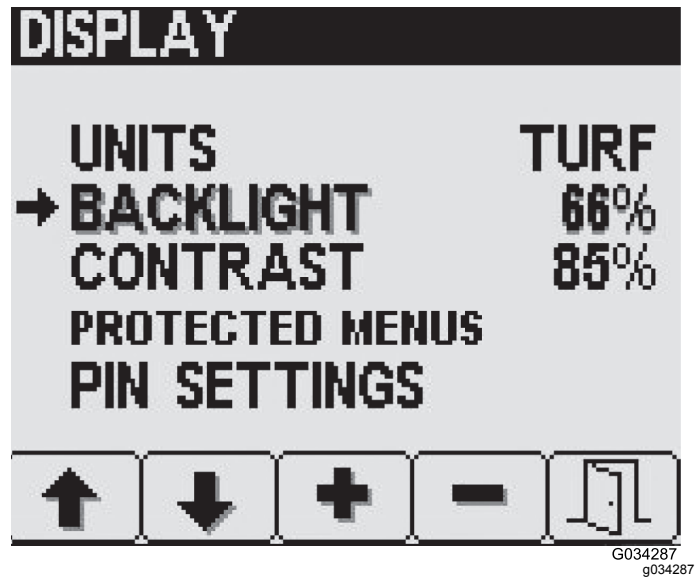

Figura 28
2. No menu de visor, pressione o botão 2 para navegar até à opção de retroiluminação ou opção de contraste (Figura 28).
3. Pressione o botão 3 (aumentar) ou o botão 4 (diminuir) para ajustar a quantidade de retroiluminação ou quantidade de contraste do visor LED (Figura 28).